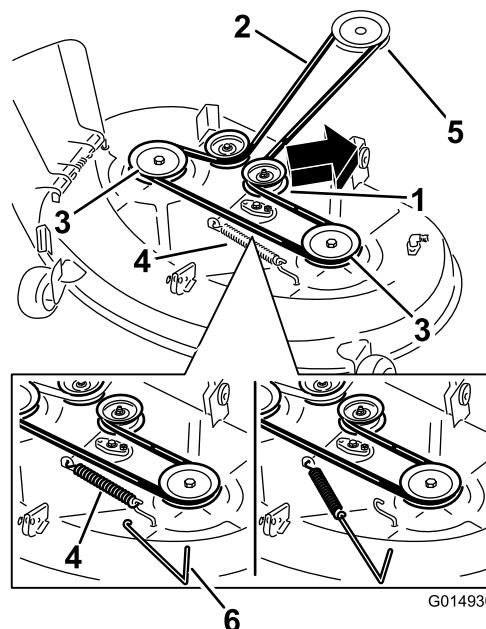
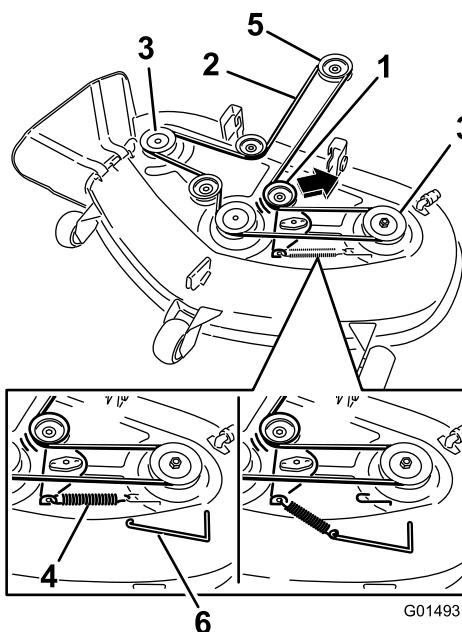

Bild 57
Bild 58
6. Entfernen Sie die Spannscheibenfeder mit einem Werkzeug zur Federentfernung (Toro-Bestellnummer 92-5771) vom Mähwerkhaken, um die Spannung von der Spannscheibe zu nehmen, und rollen Sie den Riemen von den Riemenscheiben (Bild 57 und Bild 58).
7. Verlegen Sie den neuen Riemen um die Motor- und Mähwerkriemenscheiben (Bild 58).
8. Setzen Sie die Spannscheibenfeder mit einem Werkzeug zur Federentfernung auf den Mähwerkshaken, um die Spannscheibe und den Mähwerkriemen zu spannen (Bild 57 und Bild 58).